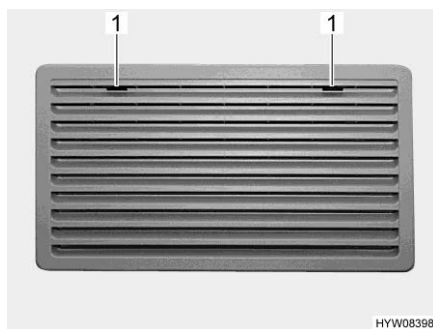
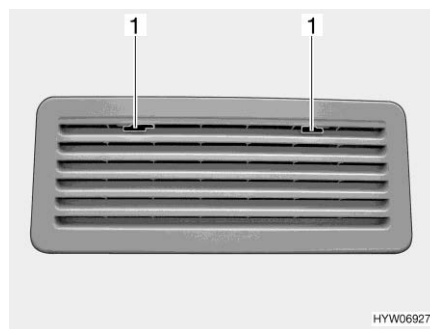

Bild 252 Kylskåpets ventilationsgaller (Thetford stort)
Bild 253 Kylskåpets ventilationsgaller (Thetford litet)
- Skjut spärren (Bild 252,1 eller Bild 253,1) till mitten.